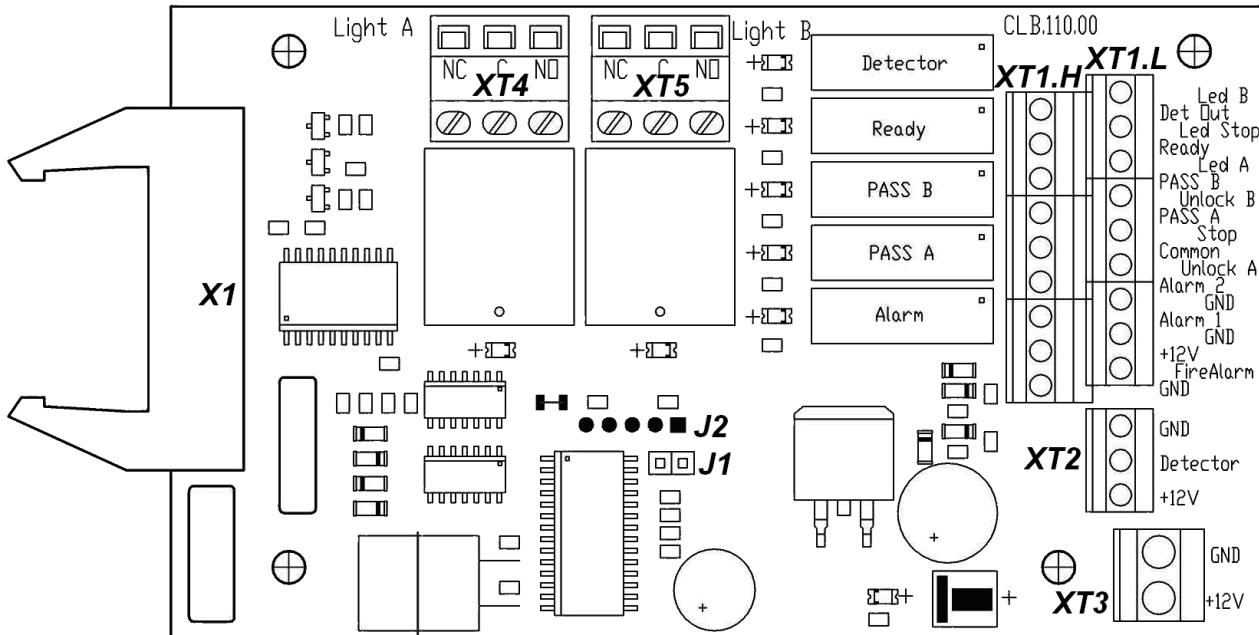

Рисунок 4. Внешний вид платы CLB
Внутри стойки под левой внешней стенкой (2) установлена плата управления турникетом CLB. К ней подключаются: ПДУ, выходы контроллера СКУД, устройство РУ, ДКЗП, устройство аварийной разблокировки турникета *Fire Alarm* (далее – *устройство Fire Alarm*). Подключение внешних устройств производится в соответствии со схемой электрических соединений турникета (см. рис. 4 и 13).
На плате CLB (см. рис. 4) расположены:
Выбор режима управления осуществляется снятием / установкой перемычки на разъеме *J1* платы управления. Расположение разъема *J1* показано на рис. 4 При поставке перемычка установлена, что соответствует импульсному режиму управления турникетом. Для перехода в потенциальный режим управления снимите перемычку. Изменение режима управления произойдет после включения турникета.
ПДУ подключается гибким многожильным кабелем к контактам *Unlock A*, *Stop*, *Unlock B*, *Led A*, *Led Stop*, *Led B* и *GND* клеммной колодки **XT1.L** платы управления (см. рис. 4 и 13).
Подключение устройства *Fire Alarm* производится к клеммной колодке **XT1.L** платы управления согласно схеме электрических соединений (см. рис. 4 и 13). Если вход *Fire Alarm* не используется, то необходимо установить перемычку между контактами *Fire Alarm* и *GND*. При поставке данная перемычка установлена.
Факт подачи напряжения на обмотку реле можно определить по загоранию соответствующего красного светодиода, установленного на плате управления вблизи соответствующего реле (см. рис. 4).